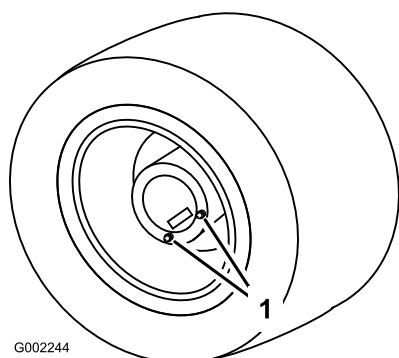

Bild 80
1. Stellen Sie das Sprühfahrzeug auf eine ebene Fläche. Die Hinterräder sollten für das Ablassen positioniert sein (Bild 80).
3. Stellen Sie eine Wanne unter die Ablassschrauben und nehmen sie vom Rad ab (Bild 80).